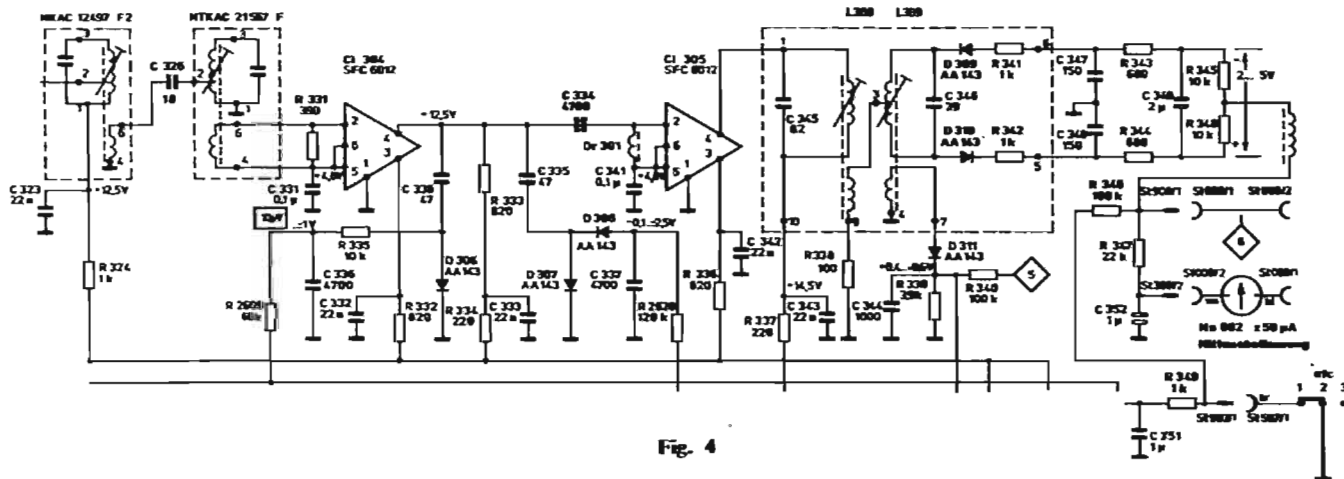

Fig. 4
D. L'amplificateur FI/FM (Fig. 4)